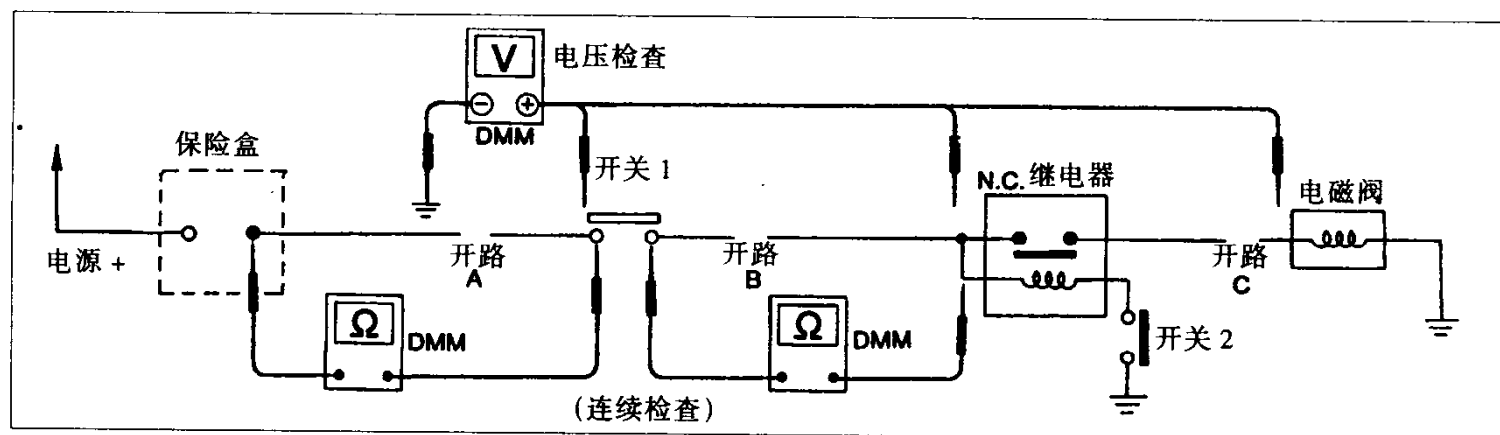

图 1-3-8
- (1) 用欧姆表检查,应拆开电瓶负极线。
- (2) 从电路的一端向另一端检查。本例从保险盒开始,见图1-3-8。